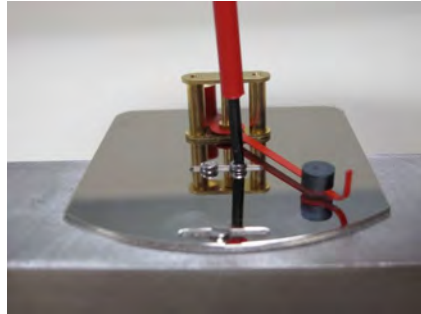

Abb. 42
5. ➤ Befestigungsschrauben der Anzeige-Bodenplatte lösen (Abb. 42) und mit der Anzeige-Bodenplatte abnehmen.